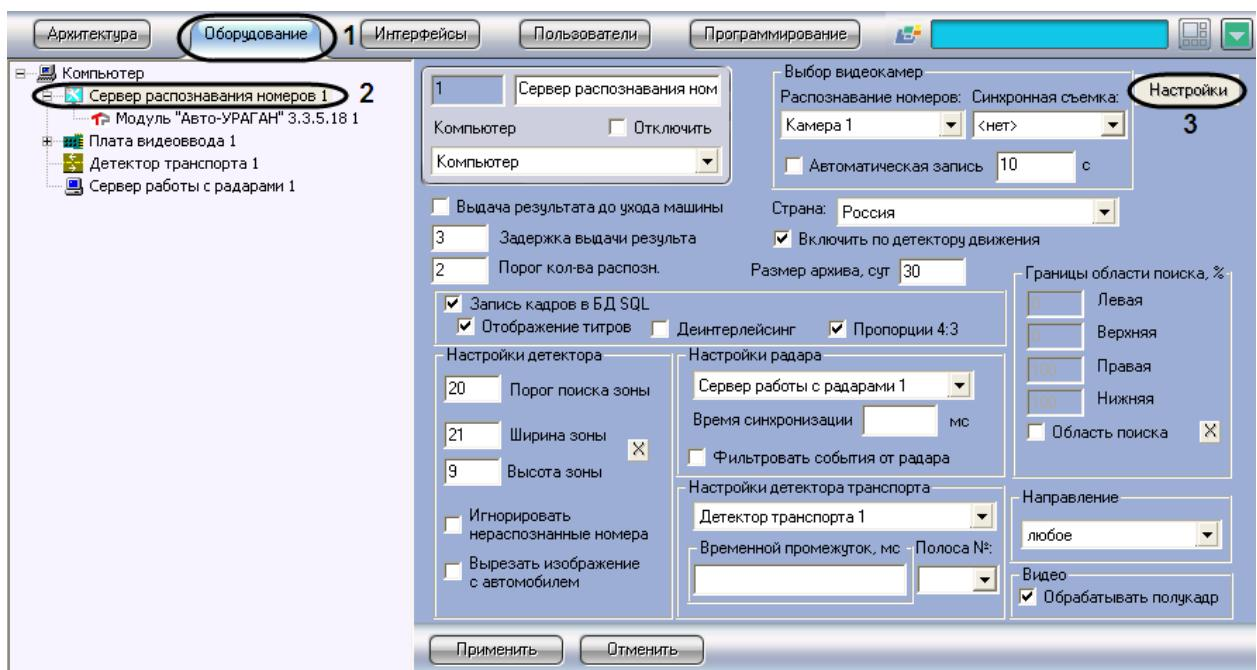

Рис. 7.2—8. Доступ к параметрам цифровой подписи
2. В дереве объектов на вкладке «Оборудование» выбрать объект «Сервер распознавания номеров», соответствующий активированному программному модулю «Авто-УРАГАН 3.3.5.18» (см. раздел «Активация программного модуля, используемого для распознавания номеров», Рис. 7.2—8, 2). В правой части вкладки «Оборудование» отобразится панель настройки выбранного объекта.
3. Нажать кнопку «Настройка» (см. Рис. 7.2—8, 3).